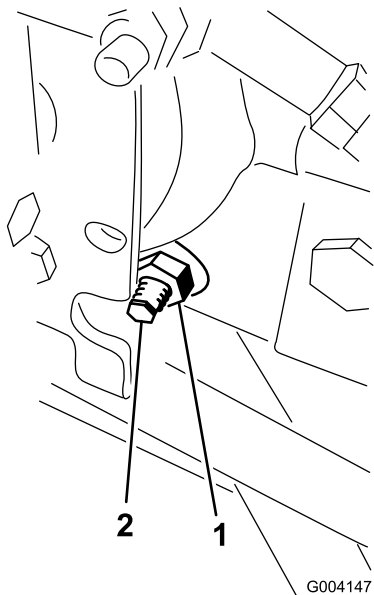

Figura 79
3. No lado direito do hidrostato, solte a porca de bloqueio no excêntrico de ajuste da tração (Figura 79).